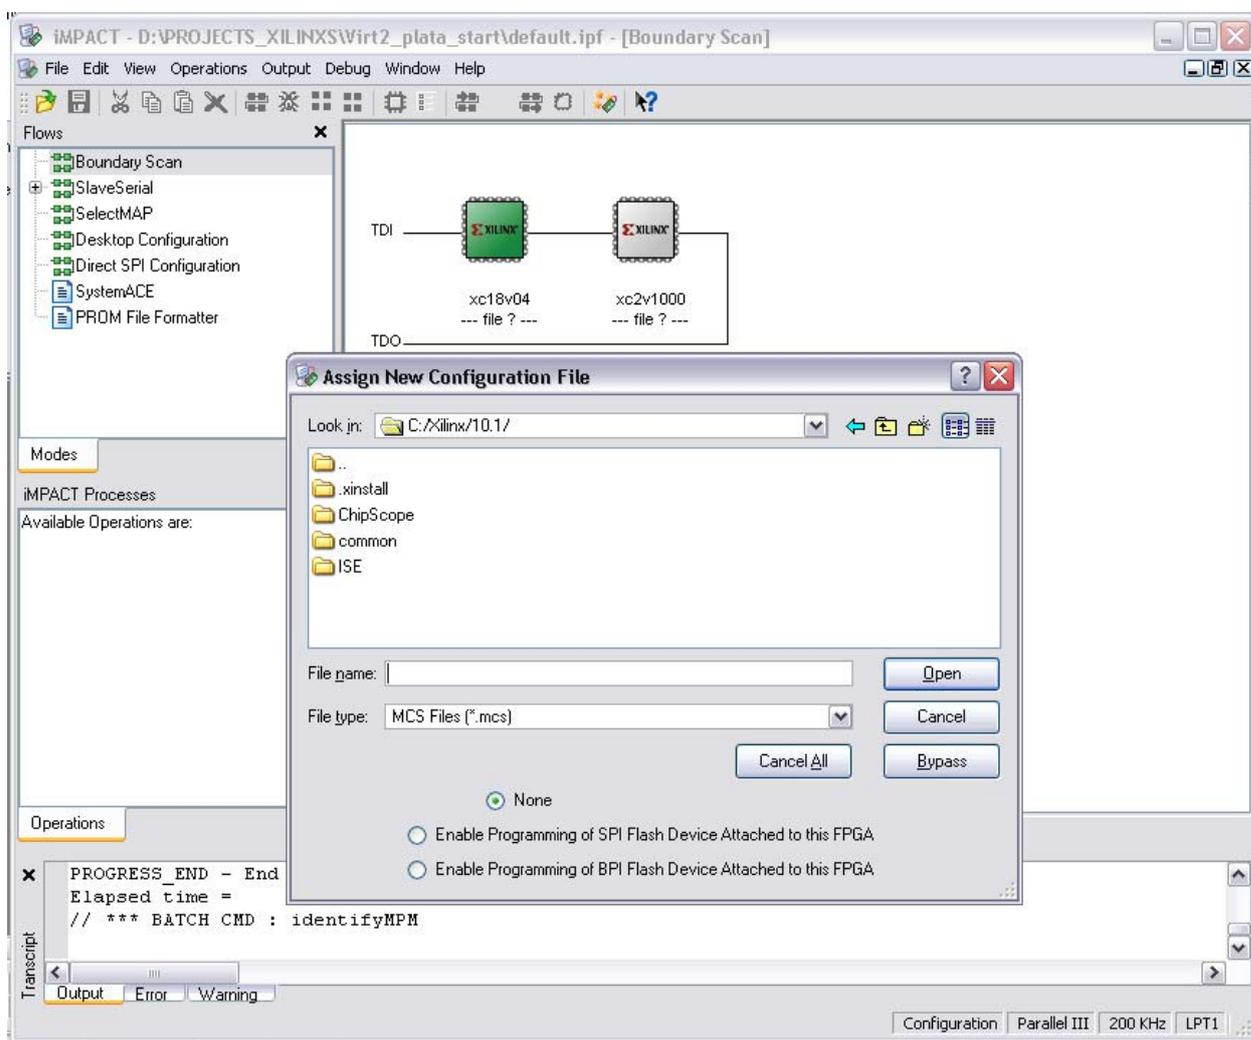

Рисунок 4
3.1.5 В окне появится графическое изображение микросхем, подключенных к интерфейсу JTAG, а также диалоговое окно, в котором предлагается выбрать файлы для программирования (Рисунок. 4). На рисунке отображены две микросхемы изделия. Одна микросхема представляет собой непосредственно ПЗУ, которая подлежат программированию (xcf04s). Вторая микросхема – FPGA, которая программированию в процессе производства не подлежит, а при нормальной работе изделия битовый поток, предназначенный для загрузки в нее, загружается из ПЗУ. После выполнения команды «Initialize Chain» микросхема, находящаяся слева, будет иметь зеленый цвет. Это текущая микросхема, для которой следует выбрать записываемый в нее файл. Для этой микросхемы (xcf04s) следует выбрать файл «mais.mcs», который расположен в папке MAIS (см. п. 4.1.5). После этого программа перейдет к последней микросхеме. Для последней микросхемы (xc2v1000) вместо выбора файла в диалоговом окне следует